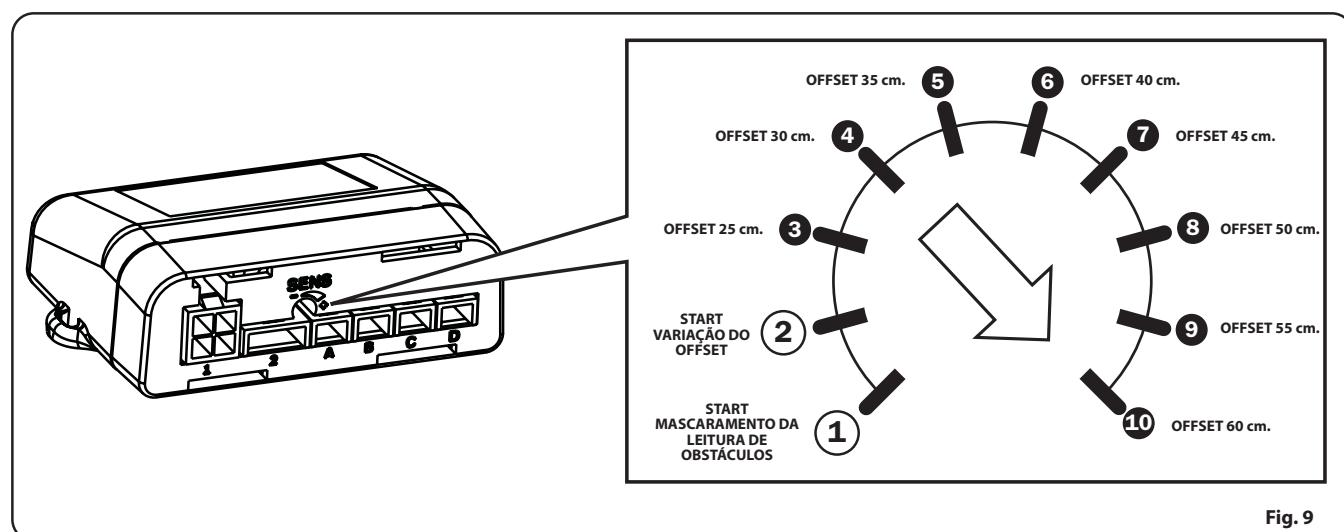

Fig. 9
N.B.: antes de iniciar o procedimento, é necessário decidir qual OFFSET se pretende memorizar identificando na fig. 9 a qual posição do trimmer corresponde (por exemplo: 45 cm. = pos. 7).